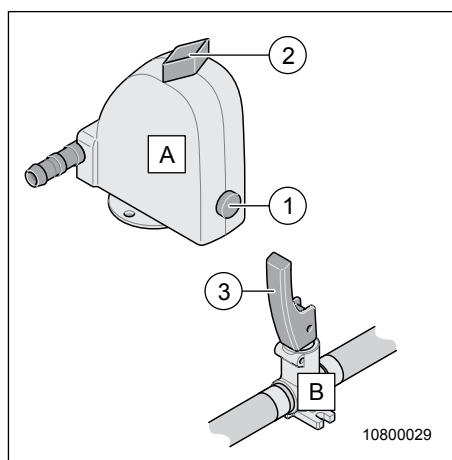

Fig. 108 Robinet de vidange du chauffe-eau
→ Positionner le culbuteur (Fig. 108, Pos. 3) du robinet de vidange (Fig. 108, Pos. B) uniquement verticalement ou horizontalement. Ne pas le tourner ! Le fait de tordre le culbuteur risque d'endommager le robinet de vidange et va le rendre non étanche.
1. Positionner la manette bleue (Fig. 108, Pos. 2) sur le robinet de vidange (Fig. 108, Pos. A) transversalement.
2. Appuyer sur (Fig. 108, Pos. 1) et la verrouiller simultanément (Fig. 108, Pos. 2).
3. Fermer le robinet de vidange (Fig. 108, Pos. B). Pour ce faire, mettre le culbuteur (Fig. 108, Pos. 3) à l'horizontale.
6. Ouvrir le robinet de décharge (Fig. 108, Pos. A). Pour cela, placer la manette (Fig. 108, Pos. 2) en position longitudinale.
7. Ouvrir le robinet de décharge (Fig. 108, Pos. B). Pour cela, placer le levier basculant (Fig. 108, pos. 3) verticalement.